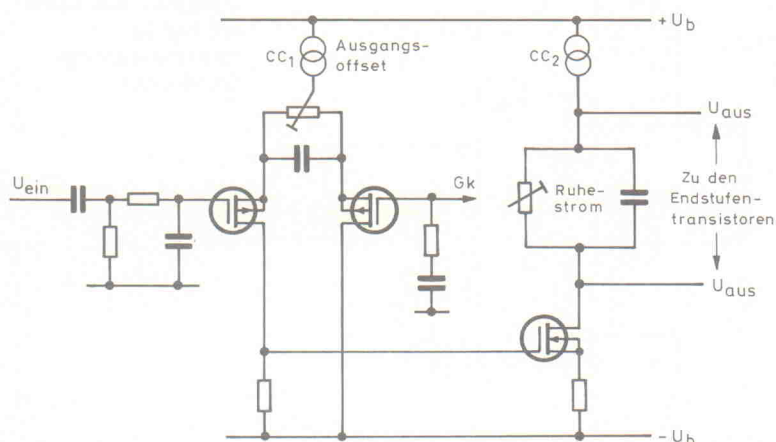

Bild 4. MOSFETs mit hoher Sperrspannung ermöglichen einfachere Schaltungskonzepte.
Die Verwendung spannungsfester Kleinsignal-MOSFETs anstatt isolierter Junction-FETs in Kaskodeschaltung als Eingangelemente, wie anhand des Entwurfes (2) in Bild 4 dargestellt, ermöglicht einen einfacheren Aufbau ohne Verschlechterung der Schaltungseigenschaften. Es sind jedoch einige anfängliche Abgleicharbeiten durchzuführen, um mögliche Vorspannungsdifferenzen zwischen den beiden Eingangselementen zu kompensieren.